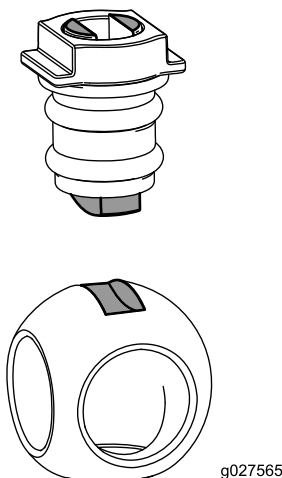

Figure 125
6. Insérez la bille dans le corps de la vanne (Figure 125).
Remarque: La tige de la vanne doit entrer dans la fente d'entraînement de la bille. Si la tige de la vanne ne rentre pas, ajustez la position de la bille (Figure 125).